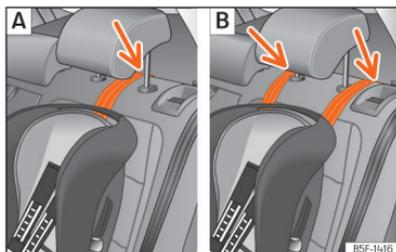
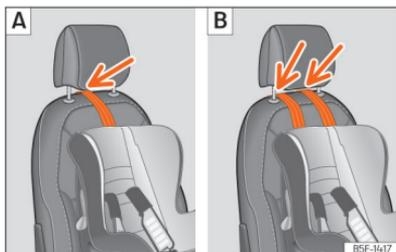

Fig. 45 Bancos traseiros: ajuste e montagem em função do cinto Top Tether.
Fig. 46 Banco do passageiro: ajuste e montagem em função do cinto Top Tether.
- Coloque a correia por baixo do encosto de cabeça (em função das instruções da própria cadeira, levante ou retire o encosto de cabeça se for necessário) >>> Fig. 45, >>> Fig. 46.